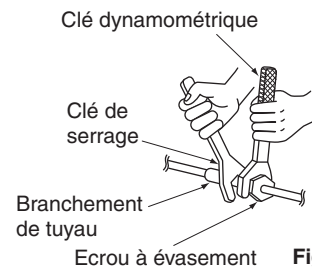

Fig. 2
- Lorsque vous effectuez un raccord évasé, enduisez la surface intérieure de fusée seulement avec de l'huile d'éther ou de l'huile d'ester. (Reportez-vous à la Fig. 2) Ensuite, tournez l'écrou évasé de 3 à 4 fois avec la main et vissez l'écrou.